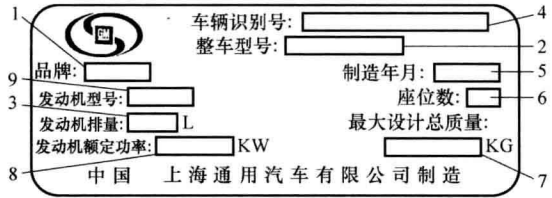

图 2-2 车辆识别标牌
2) 右前门下方车身上的铭牌, 如图 2-2 所示, 上面标注有座位数、车辆总质量、车型号、发动机型号、发动机排量、出厂日期及车辆识别号 (VIN)。